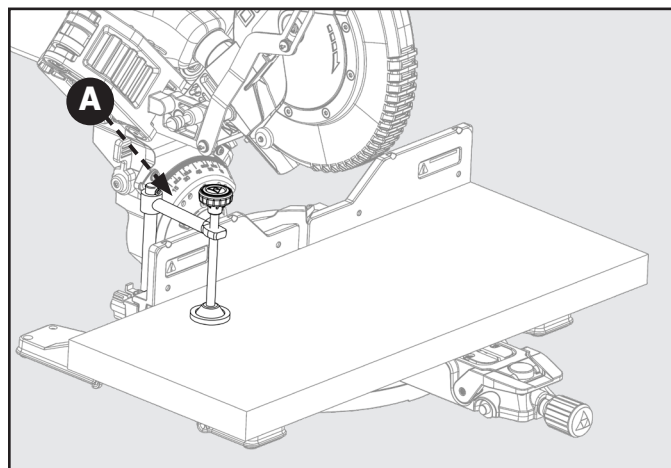

Figure 16
Lors de la coupe de pièces larges, telles que 2 po X 12 po, serrez la pièce sur la table de travail à l'aide d'un étau (A) comme illustré à la figure 16.